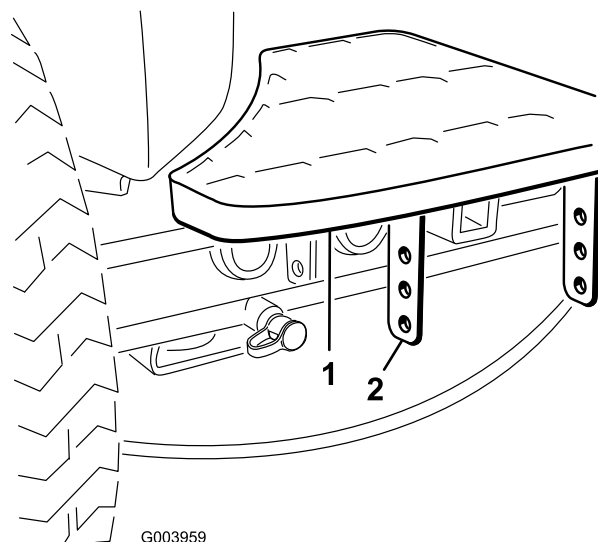

Figure 2
1. Retirez les 2 boulons et écrous qui fixent les supports du marchepied au châssis du groupe de déplacement (Figure 2)